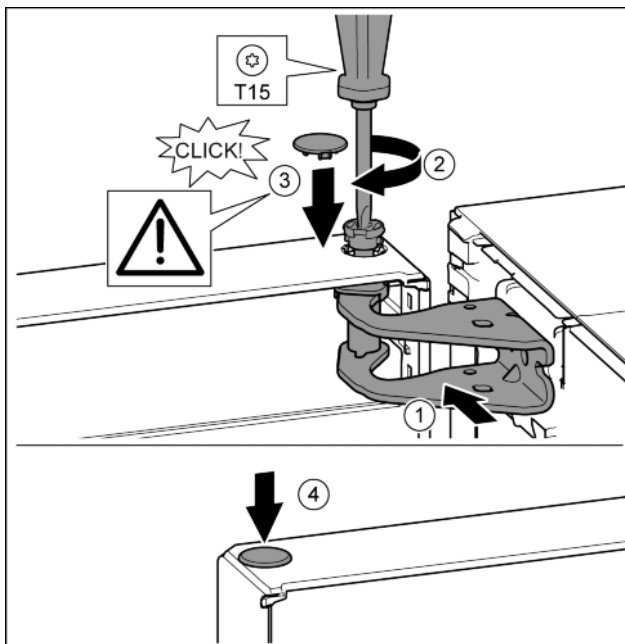

Fig. 20
- ▶ Tür oben zur Öffnung im Lagerbock ausrichten. Fig. 20 (1)
- ▶ Bolzen einsetzen und mit Schraubendreher T15 festschrauben. Fig. 20 (2)
- ▶ Sicherheitsabdeckung zur Sicherung der Tür montieren: Sicherheitsabdeckung einsetzen und Kontrollieren ob sie auf der Tür aufliegt. Ansonsten Bolzen vollständig einsetzen. Fig. 20 (3)
- ▶ Stopfen einsetzen. Fig. 20 (4)